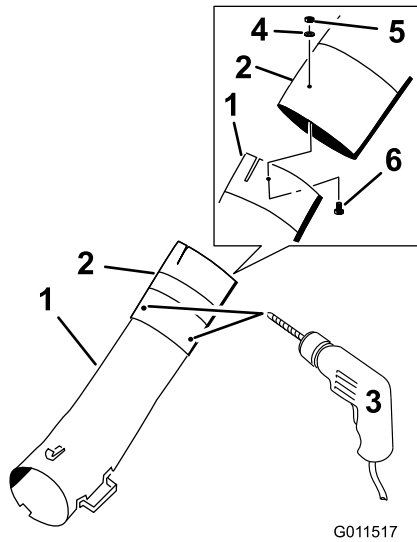

Figure 21
3. En vous servant des trois trous ou indentations du tube central comme repère, percez trois trous (de 7/32 po de diamètre) à l'endroit où les tubes inférieur et central se rejoignent (Figure 21).
4. Montez sans serrer les tubes inférieur et central avec 3 boulons (10 x 3/4 po), 3 rondelles plates (7/32 po) et 3 contre-écrous (10) (Figure 21).